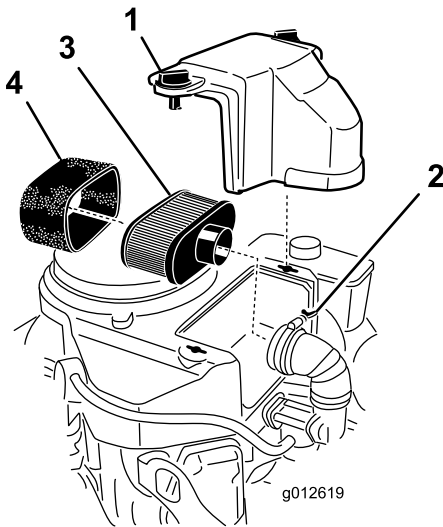

Bild 38
3. Reinigen Sie den Bereich um den Luftfilter herum, um zu verhindern, dass Schmutz in den Motor fällt und Schäden verursacht (Bild 38).
4. Lockern Sie die Handräder der Abdeckung und nehmen die Luftfilterabdeckung ab (Bild 38).
5. Lösen Sie die Schlauchklemme und entfernen Sie den Luftfilter (Bild 38).
6. Ziehen Sie den Schaumstoffeinsatz vorsichtig vom Papiereinsatz ab (Bild 38) ab.
1. Reinigen Sie den Papiereinsatz durch leichtes Klopfen, um Staub herauszurütteln. Wechseln Sie den Papiereinsatz aus, wenn er sehr schmutzig ist (Bild 38).
1. Schieben Sie den Schaumstoffeinsatz vorsichtig auf den Papiereinsatz (Bild 38).
2. Schieben Sie den Luftfilter auf das Luftfilterunterteil oder den Schlauch und befestigen ihn (Bild 38).
3. Setzen Sie die Abdeckung des Luftfilters auf und ziehen Sie das Handrad der Abdeckung fest (Bild 38).